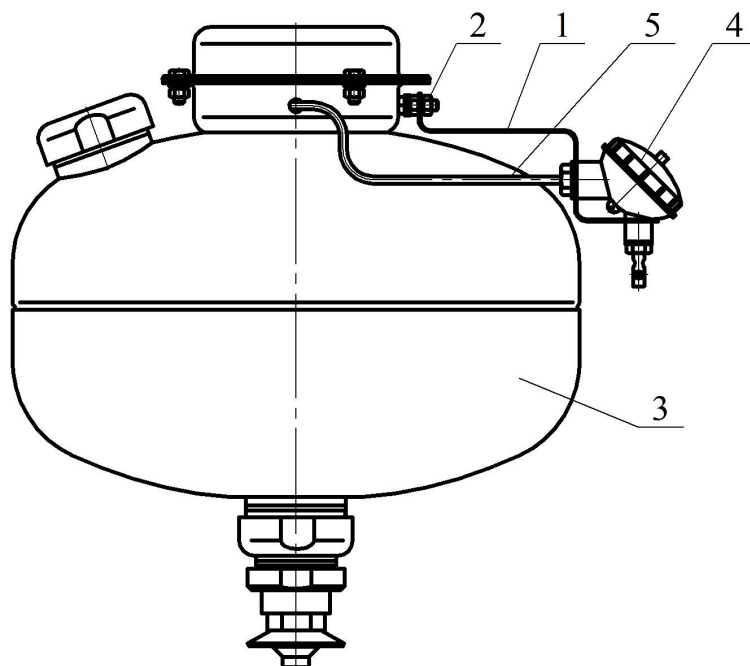
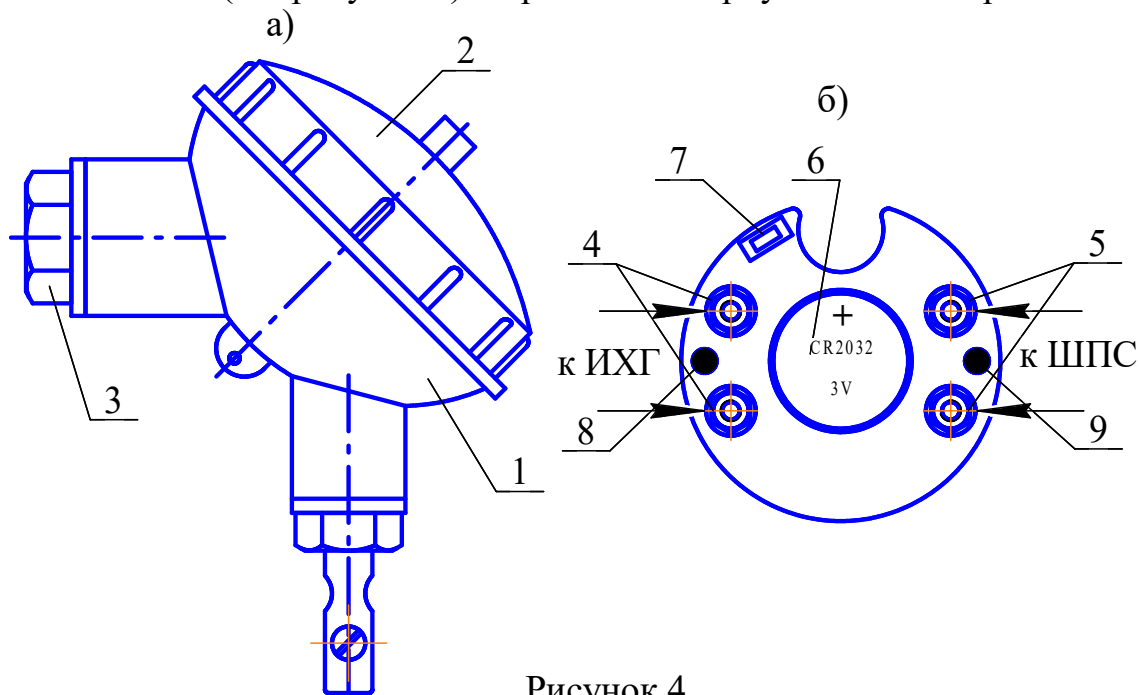

Рисунок 2
Рисунок 4
4.3.1.1 На кронштейне 1, закрепленном гайкой 2 на фланце МУПТВ 3 (см. рисунок 2), установлен электронный узел запуска 4. Вывода элемента электропускового 5 ИХГ, вставленные в трубку, через гермоввод соединены с электронным узлом запуска 4.
6.7.2 Гайкой 2 (см. рисунок 2) закрепить на корпусе МУПТВ кронштейн 1.
6.7.3 С корпуса 1 электронного узла запуска (см. рисунок 4) открутить крышку 2 и винт 3. Через отверстия винта 3 (см. рисунок 4) и кронштейна 1 (см. рисунок 2)